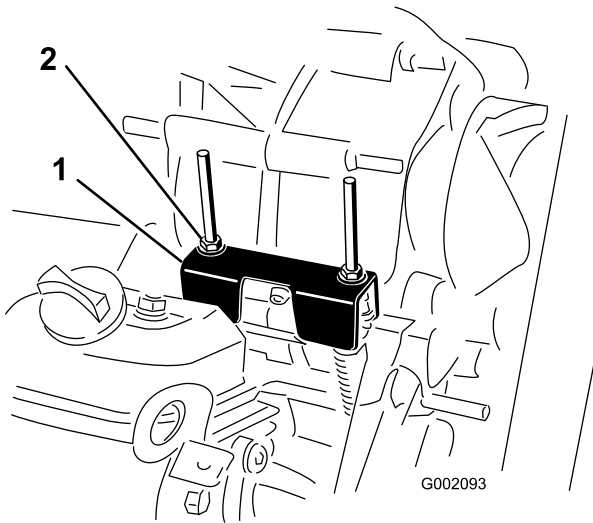

図 59
定期整備を行う時やエンジンの故障診断を行う時には、トランスアクスルをニュートラルにシフトしておく必要があります 図 59。トランスアクスルをニュートラル位置にするにはシフトレバーをニュートラル位置にします。以下の操作を行って、ニュートラルでシフトレバーが正常に機能することを確認してください
2. ニュートラルブラケットがニュートラル位置シフトブラケットの下にあるケーブル取り付けブラケットと面一になっていることを確認する 図 59。
3. ロックナット図 59のうちの1個を締め付けて、0.761.52mm のすきまを作る。